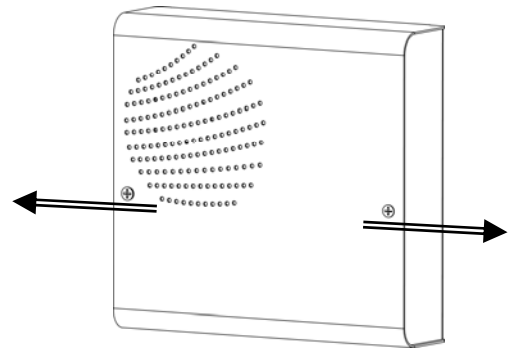

Abb. 1
- 2) Den Deckel auf einer Seite heruntergleiten lassen wie in Abb. 1.